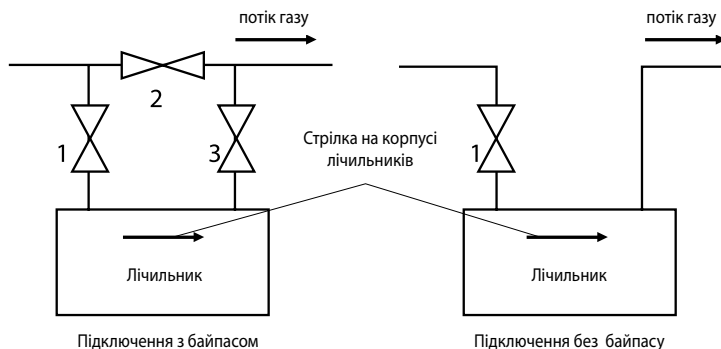

Рисунок 3. установка лічильника
7.1. До початку пуску лічильника всі вентиля на трубопроводі (рис.3) повинні бути закриті. При першій-ліпшій нагоді і на всіх стадіях пуску витрата газу, що проходить через лічильник, ні в якому разі не повинен перевищувати значення максимальної витрати (Q_{max}), зазначеного на панелі лічильного пристрою.
7.2. Пуск лічильника без байпаса (рис.3).
7.3. Пуск лічильника з байпасом (рис.3)